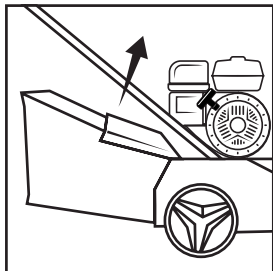

Рис. 25
2. Поднимите дефлектор и отсоедините травосборник (Рис. 25, 26).